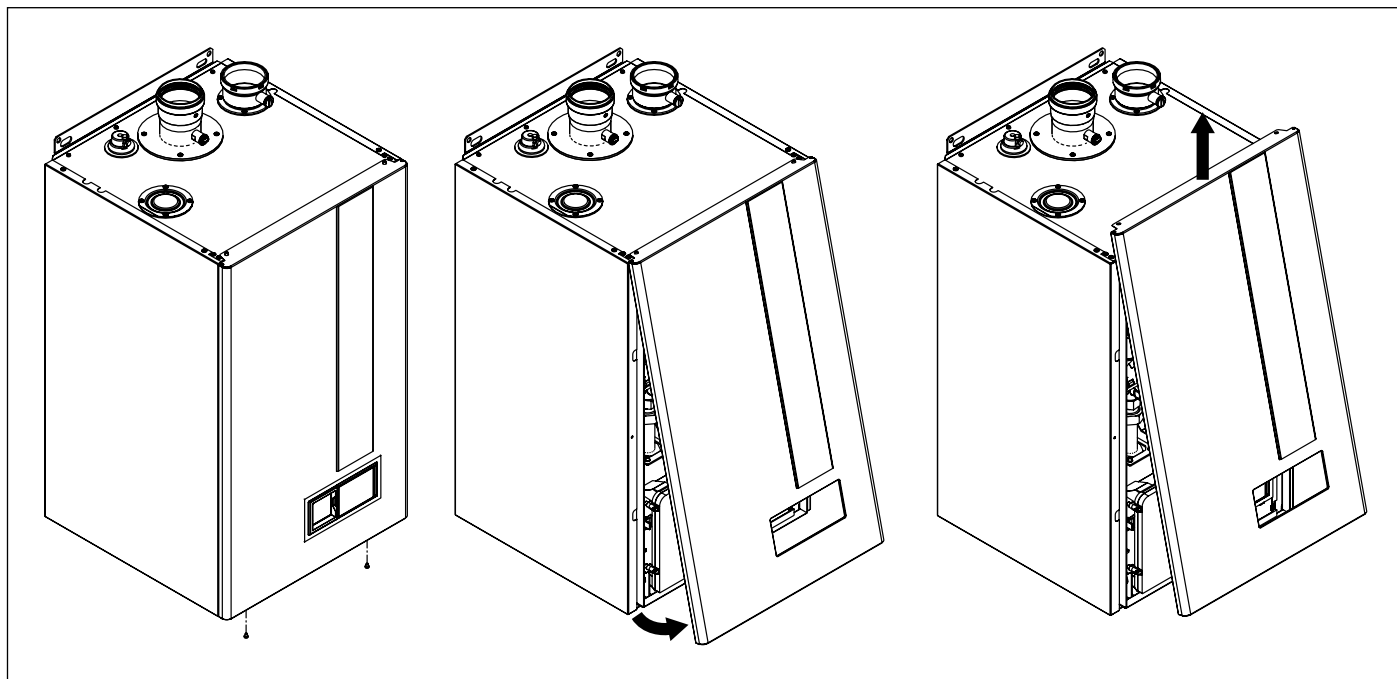

Fig. 22 Abertura do revestimento
- Retire o revestimento frontal da caldeira (veja Fig. 22 Abertura do revestimento).